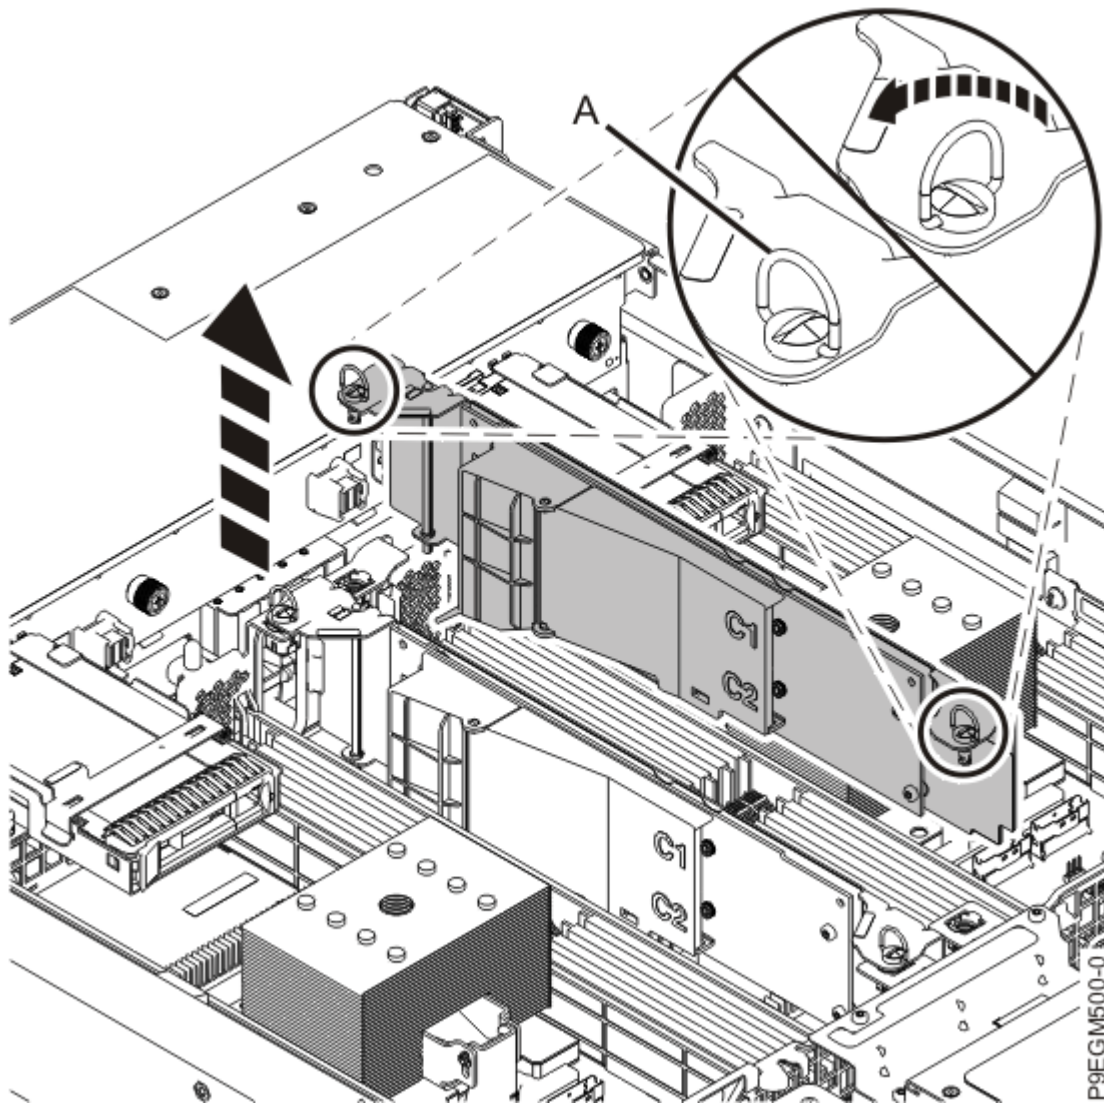

Abbildung 14. NVMe M.2-Trägerkarte entfernen
4. Heben Sie die NVMe M.2-Trägerkarte aus dem Steckplatz (siehe Abbildung 14 auf Seite 20).